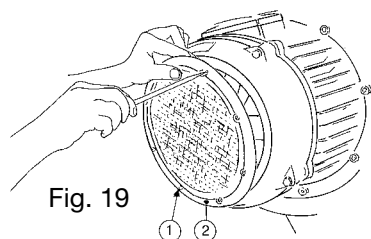
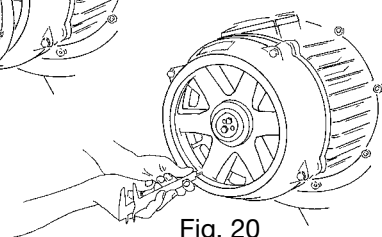
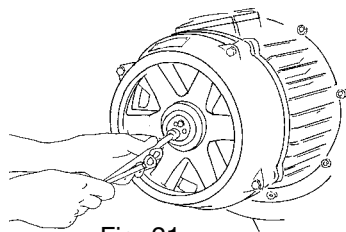
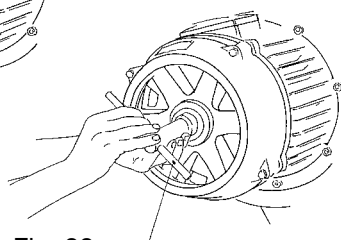

Fig. 19
Fig. 20
Fig. 21
Fig. 22
Dévisser les vis pos. 1 et enlever la grille pos. 2 (Fig. 19) ; effectuer la mesure à n'importe quel point entre le ventilateur de frein (Fig. 20) et un étage de la cloche avec le frein bloqué. Après avoir effectué cette mesure, déplacer axialement vers l'intérieur du moteur le ventilateur à l'aide d'un levier et effectuer une autre mesure et enregistrer la différence (Fig. 20).
- dévisser les vis (Fig. 21) puis faire tourner la bague de réglage dans le sens des aiguilles d'une montre pour remédier au déplacement axial supérieur à la valeur nominale, en tenant compte qu'un tour complet de la bague équivaut à 2 mm (Fig. 22). Après cette opération de récupération, répéter la mesure avec le frein ouvert (Fig. 20) en contrôlant que le déplacement axial corresponde à la valeur nominale, remplacer les vis et la grille dans leur position (Fig. 19).